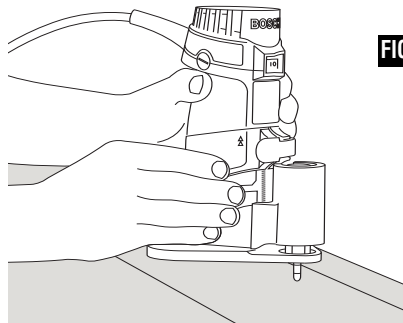

FIG. 20
L'embase excéntrée PR004 a été conçue pour le touillage dans des emplacements restreints, particulièrement pour le dégrossissage des stratifiés dans des endroits inaccessibles par une embase fixe standard, tout spécialement les endroits à proximité de surfaces verticales adjacentes, telles que les dessus de dossier de comptoirs déjà installés (Fig. 20).
1. Il faut saisir la toupie excentrée en posant une main au niveau de la zone de préhension sur le moteur et l'autre main sur le dessus de la broche excentrée soutenant le devant du moteur (Fig. 20).